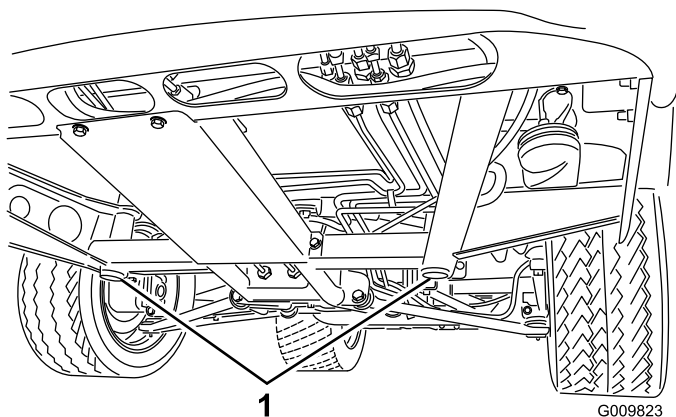
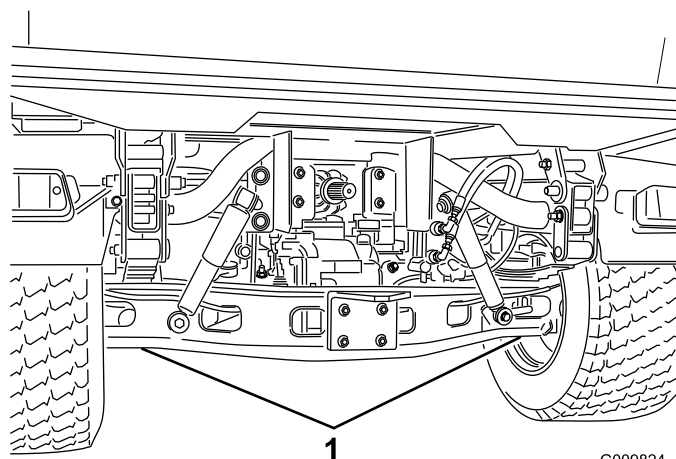

Figura 14
Figura 15
- O ponto de suspensão do macaco na parte dianteira do veículo, fica situado por baixo do apoio central do chassis (Figura 14) e na traseira por baixo do eixo (Figura 15).